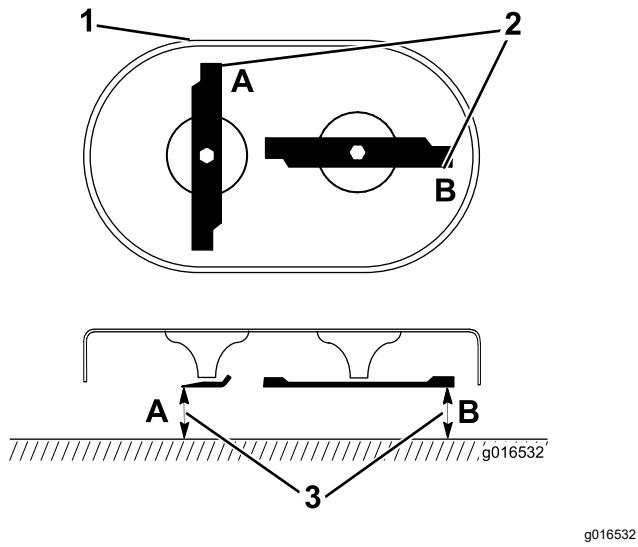

Figura 40
- Ruotate le lame nella posizione illustrata nella Figura 40.
- Misurate da una superficie piana ai bordi di taglio nelle posizioni A e B (Figura 40), e registrate entrambe le dimensioni.
- Ruotate le lame in modo che le estremità opposte si trovino nei punti A e B (Figura 40).